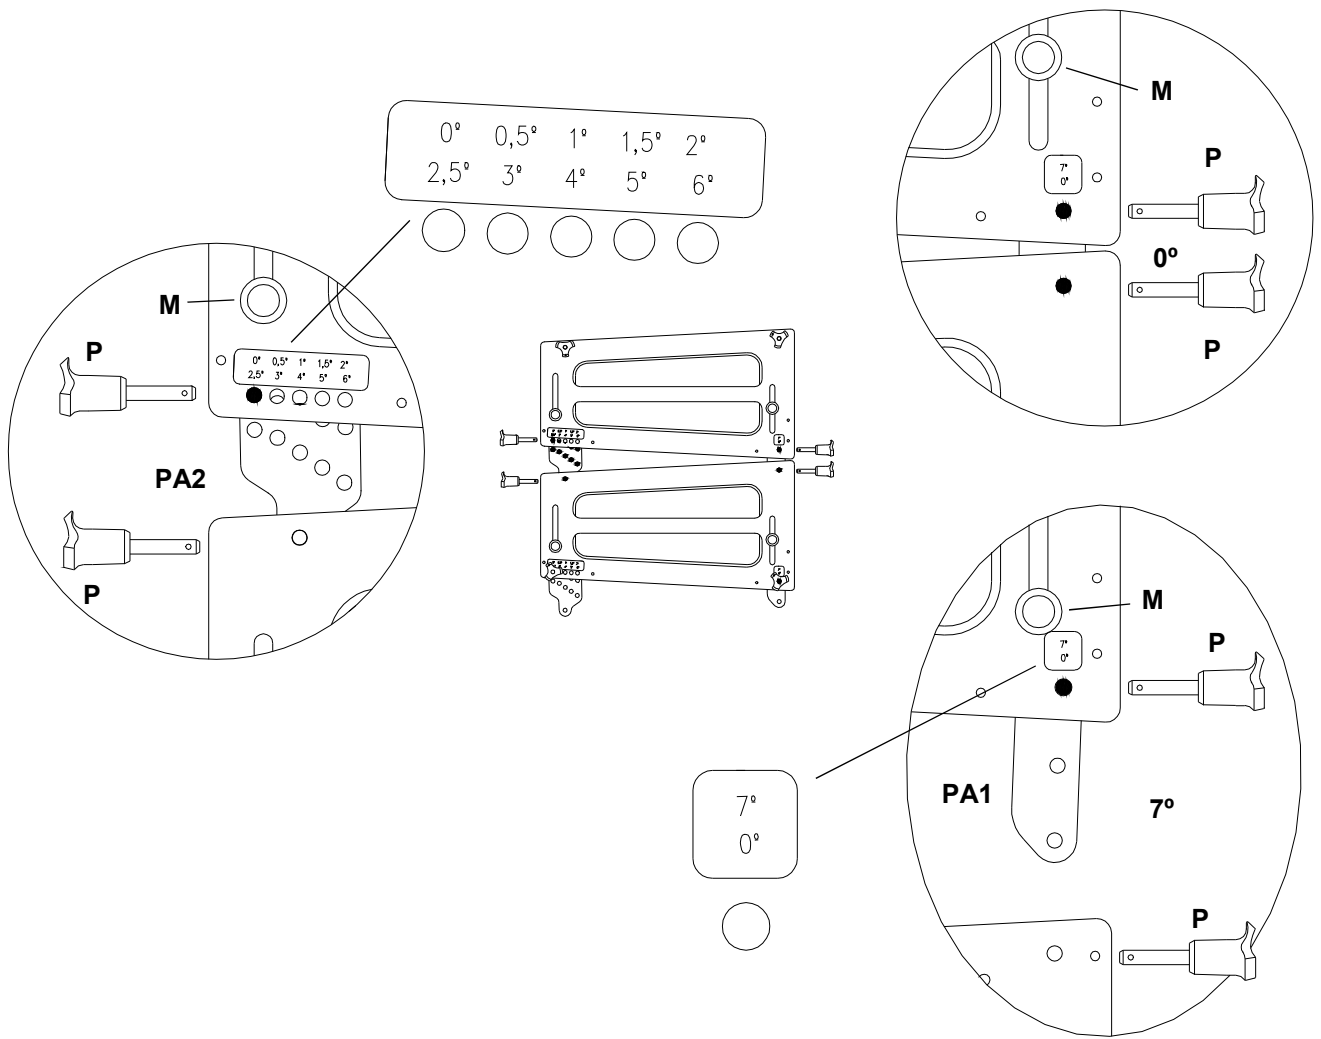

Fig. 4
4.7 - Los recintos acústicos **LX-8A** pueden montarse formando una angulación variable entre ellos de 0,5° desde 0° a 3° y 1° desde 3° a 6° más una angulación de +7° en la pieza de anclaje frontal. Ver fig. 4.
4.8 - The **LX-8A** cabinets can be set up forming a variable angle of 0.5° from 0° to 3° and 1° to 6° as well as an angle of $+7^\circ$ in the frontal link. See fig. 4.